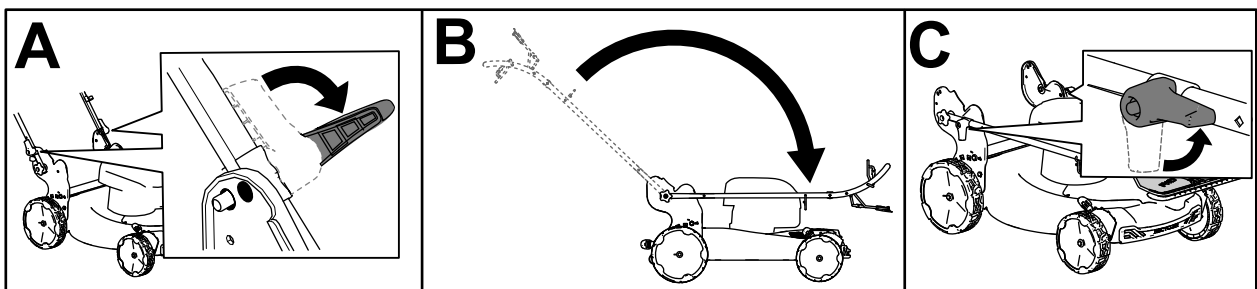

Bild 14
2. Lösen Sie die Holmarretierungen, bis Sie den oberen Holm ungehindert bewegen können (A in Bild 14).
3. Klappen Sie den Holm nach vorne und rasten Sie die Holmarretierungen ein (B und C in Bild 14).